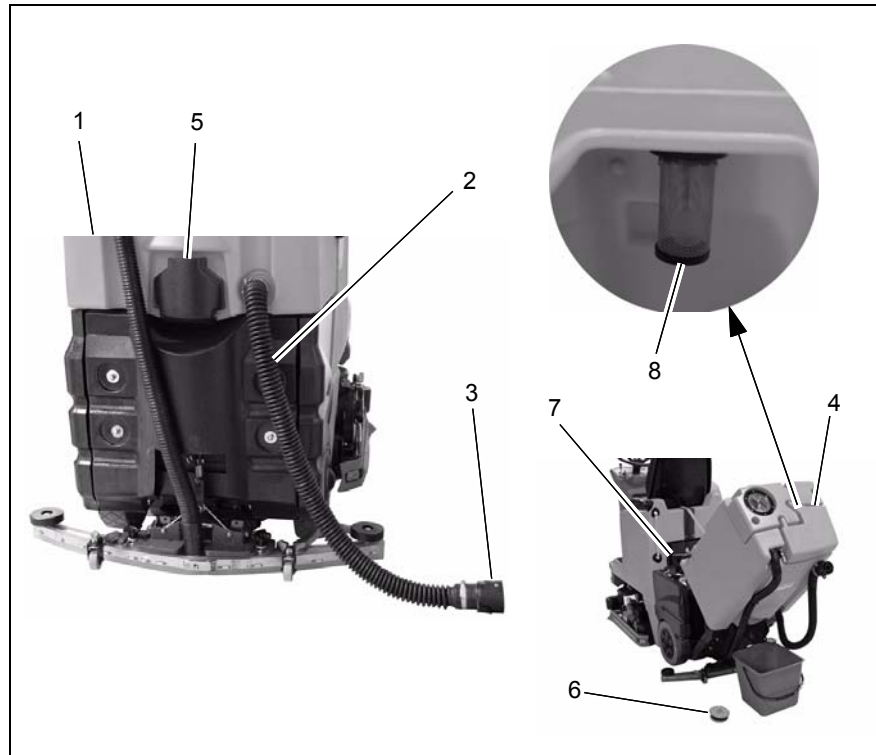

Abb.12
Den Schmutzwassertank (Abb. 12/1) täglich, sonst bei Bedarf entleeren.
2. Maschine so abstellen, dass der Ablassschlauch (Abb. 12/2) bis zum Ablass im Boden reicht.
4. Ablassschlauch aus der Halterung herausnehmen, Verschluss (Abb. 12/3) öffnen und den Schmutzwassertank vollständig entleeren.
Den Schmutzwassertank (Abb. 12/1) täglich oder bei Bedarf reinigen.
2. Den Tankdeckel (Abb. 12/4) am Schmutzwassertank öffnen.
3. Klappe (Abb. 12/5) öffnen, Flügelmutter am Stopfen (Abb. 12/6) etwas lösen und Stopfen herausnehmen.
4. Verschlüsse (Abb. 12/7) am Schmutzwassertank öffnen und Schmutzwassertank nach hinten schwenken.
Die Funktion des Ansaugfilters (Abb. 12/8) kontrollieren und bei Bedarf reinigen. Der Ansaugfilter ist über den Tankdeckel erreichbar und lässt sich vom Stutzen ziehen.